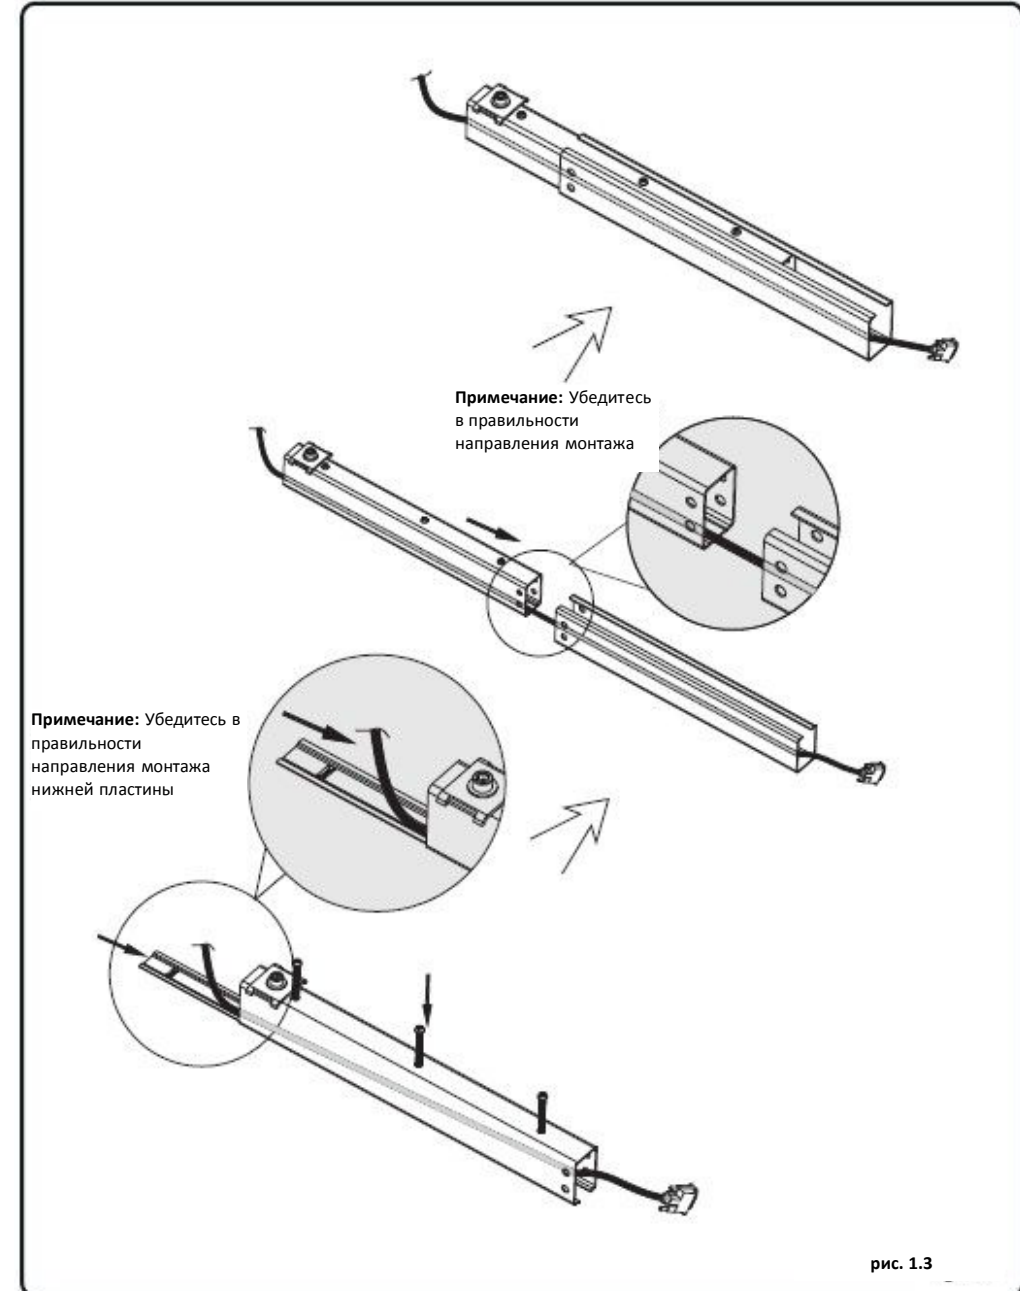

рис. 1.3
- Вставить нижнюю пластину во внутренний корпус и затянуть три винта, как показано на рис. 1.3.
- Установить внутренний корпус во внешний, как показано на рис. 1.3.